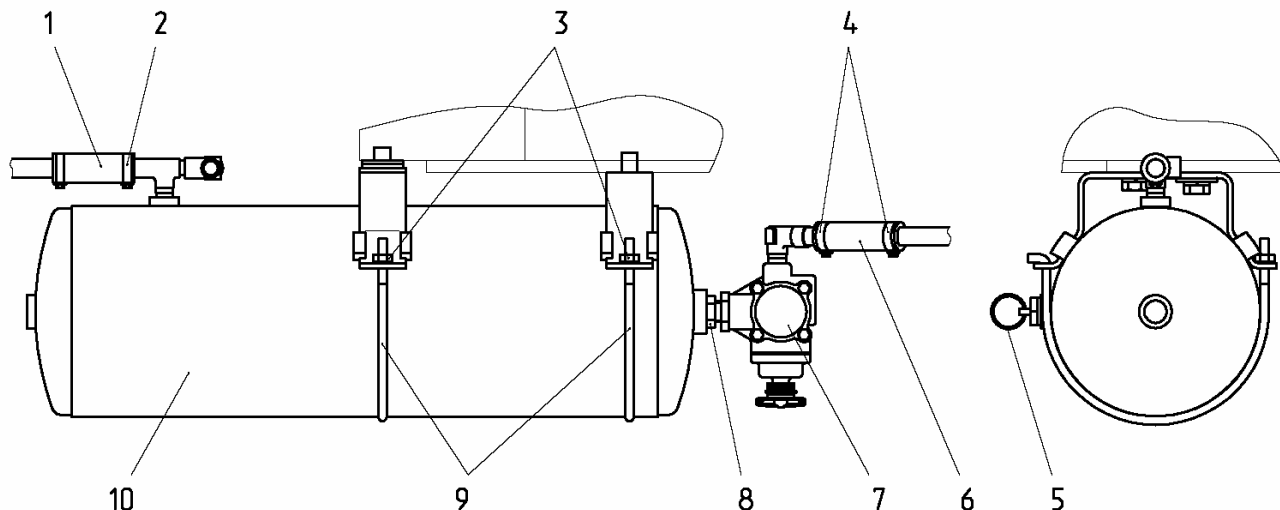

Рисунок 4.126
Внимание: Перед началом разборки составных частей пневмопривода тормозов прицепа необходимо удалить из системы сжатый воздух. Для этого потяните кольцо (5) клапана удаления конденсата (рисунок 4.126) вверх и на себя.
Демонтируйте баллон (рисунок 4.126), для чего: